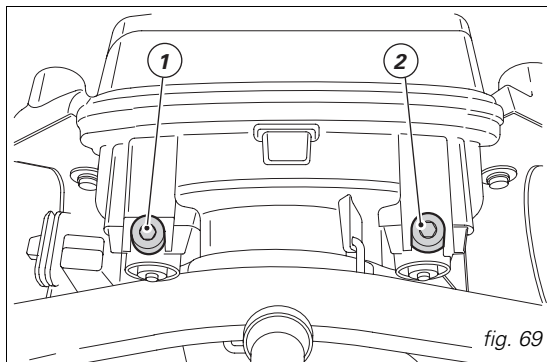

fig. 69
**Regolazione del proiettore** (fig. 69)